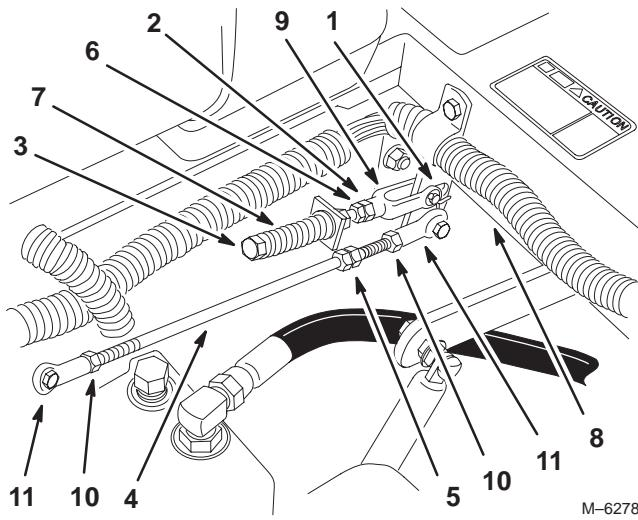

Figure 55
- Placez le levier au point mort, **sans le verrouiller** (Fig. 55).
- Tirez-le ensuite en arrière jusqu'à ce que l'axe de chape (situé sur le bras au-dessous de l'axe de pivot) touche l'extrémité de la fente (c.-à-d. commence juste à appuyer sur le ressort) (Fig. 55).
- Si un réglage s'impose, desserrez l'écrou et l'écrou de blocage vissés contre la chape (Fig. 55).
- Serrez l'écrou et l'écrou de blocage (Fig. 55).
- Desserrez les contre-écrous sur les rotules de la tige de commande de la pompe (Fig. 55).
- Réglez la longueur de la tige de pompe en tournant les doubles écrous dans le sens voulu, jusqu'à ce que la roue soit immobilisée ou tourne légèrement en marche arrière (Fig. 55).
- Serrez les contre-écrous contre les rotules (Fig. 55).